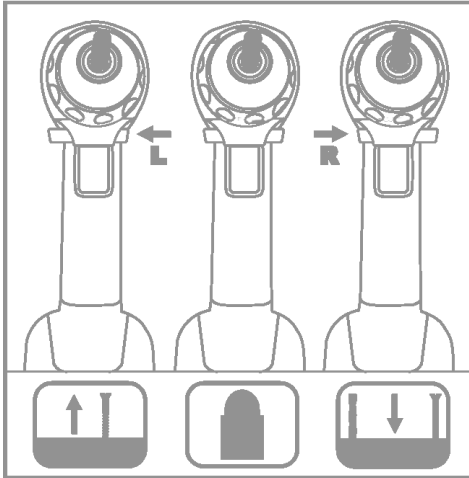

Рисунок 2
2.3.5 Перемикач реверсу (напряму обертання шпindelя) (4) дозволяє змінювати напрямок обертання патрону при виконанні операцій загвинчування/вигвинчування шурупів і гвинтів (див. рисунок 2).